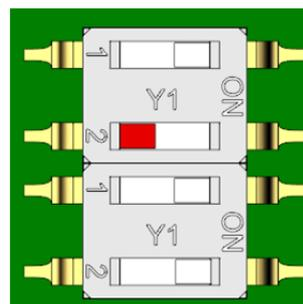

Abb. 6: RS485-Schnittstelle
- ▶ Schieben Sie den *DIP-Schalter 1* oben in die Position OFF (Abb. 6), wenn das Gerät nicht am Ende des Stranges installiert ist.